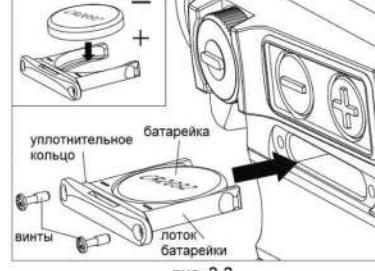

рис. 2-2
- 2] Установка батарейки [см. Рис. 2-2]: